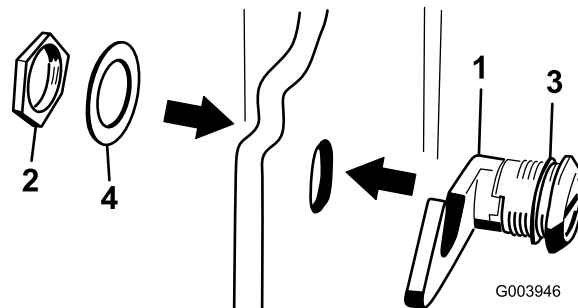

Figura 18
3. Togliete il dado dal gruppo fermo del cofano (Figura 18).